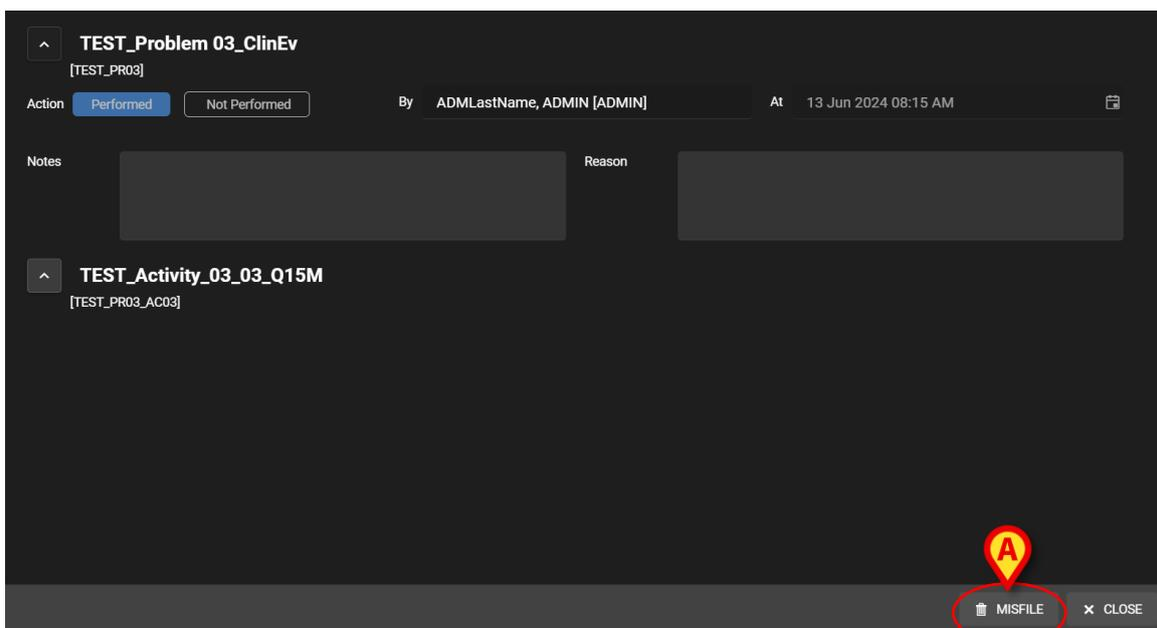

Fig 89
Se abre la ventana de detalles de la actividad (Fig 89)
- Haga clic en el botón **Misfile** (Archivar como incorrecto) (Fig 89 **A**).